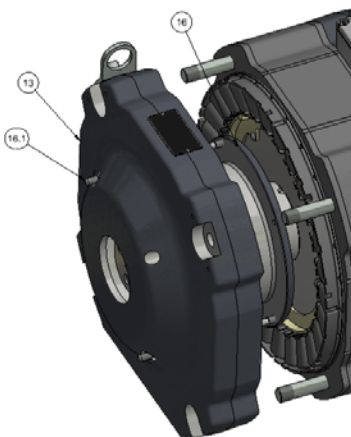

FIG.4
- Vissez 2 tirant M8 Pos. 16.1 dans le flasque Pos. 13 cela pour localiser le cache roulement dans le flasque d'extrémité selon la figure 4